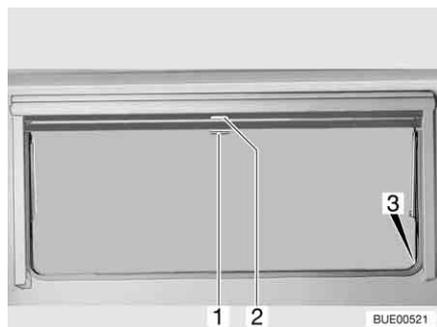

Fig. 61 Ventana abatible
- Tirar del asidero (Fig. 61,2) de la persiana oscurecedora enrollable hacia abajo. Cuando la persiana oscurecedora enrollable se cierre por completo, encajarla en el bloqueo (Fig. 61,3) a ambos lados del marco de la ventana.
- Cuando la persiana oscurecedora enrollable está completamente cerrada: Presionar el tirador (Fig. 61,2) hacia abajo y tirarlo ligeramente hacia dentro. Desenganchar la persiana oscurecedora enrollable de los bloques a izquierda y derecha del marco de la ventana.
- Cuando la persiana oscurecedora enrollable se encuentre en una posición intermedia: Tirar ligeramente del asidero (Fig. 61,2) hacia abajo, hasta que se hay soltado el bloqueo.
- Tirar hacia abajo de la mosquitera enrollable (Fig. 61,1) y engancharla en el bloqueo (Fig. 61,3) a ambos lados del marco de la ventana.
- Presionar el tirador (Fig. 61,1) hacia abajo y tirarlo ligeramente hacia dentro. Desenganchar la mosquitera enrollable de los bloques a izquierda y derecha del marco de la ventana.